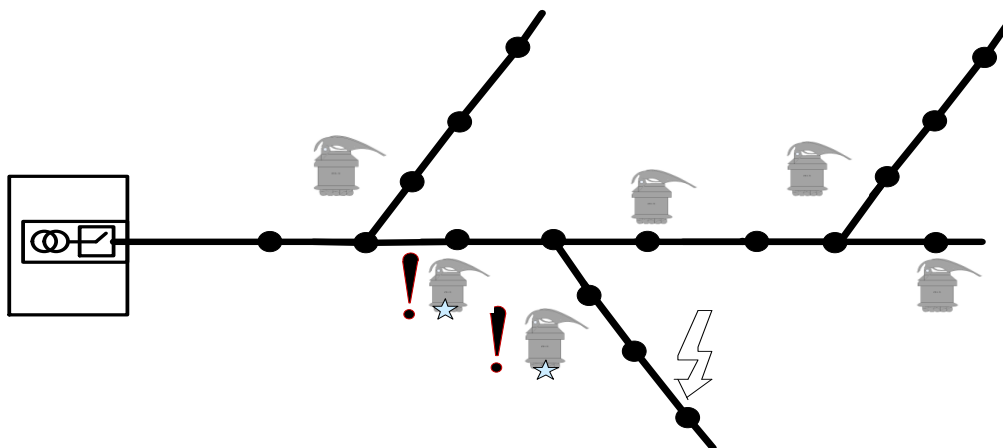

Рисунок 14 – Установка комплектов на линии с длинным стволом и длинными ответвлениями.
- на линии с длинным стволом и длинными ответвлениями комплекты устанавливаются в начале контролируемых ответвлений и за местом разветвления, на ближайших промежуточных опорах (Рисунок 14).